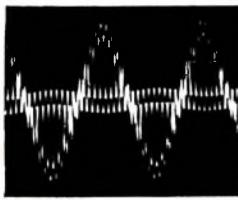

Bild 21. Bei voller Aussteuerung beträgt der Pegel des Piloten-Signals
Bild 22. Die durch den Piloten-Signal entstehende Doppelkontur lässt sich eindeutiger bei verringerter Horizontal-Ablenkfrequenz ablesen; das Signal ist dasselbe wie im Bild 21
S. 660) zeigte bereits die Auswirkungen ungleicher Summen- und Differenzspannung, die im Oszilloskopogramm sofort erkennbar sind. In der Service-Praxis kommt es daher vor allem darauf an, die zusätzliche Pilottonamplitude passend zum Summen- und Differenzsignal hinzuzuaddieren. Sofern der Multiplex-Generator kein Anzeigegerät hat, empfiehlt sich auch hier die oszillographische Kontrolle. Im Falle der zunächst behandelten Vollaussteuerung muß die sich in der Mitte oder an den beiden äußeren Spitzen der Amplitude bildende Doppelkontur 10 % der Anzeigehöhe des Gesamtsignals haben (Bild 21). Bei langsamerer
X-Ablenkung wie im Bild 22 (es enthält sonst das gleiche Signal wie Bild 21) schälen sich die Doppelkonturen klarer heraus.